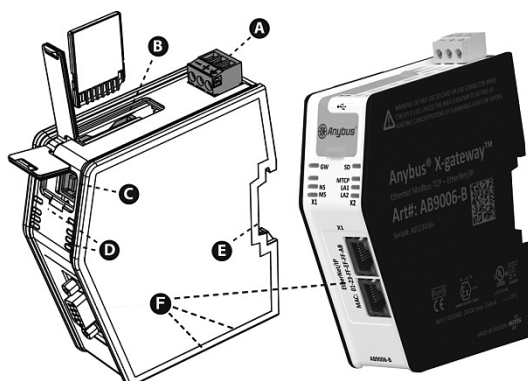

Рис. 1. Пример нового шлюза, соответствующего последним техническим стандартам
Все новые шлюзы, имеющие в качестве основного интерфейс на основе Ethernet, будут выпускаться в новом форм-факторе (рис. 1). Это компактный пластиковый корпус, с возможностью крепления как на DIN-рейку (E), так на стену (при помощи дополнительного крепежного элемента). Как и ранее, на передней панели имеются светодиодные индикаторы статуса (D) и отсоединяемый разъем подключения питания «под отвертку» (A).
Как и все новые шлюзы с интерфейсом Ethernet, данная серия выполнена в новом форм-факторе (рис. 1) и имеет встроенный Ethernet-switch для упрощения процедуры интеграции в сеть.